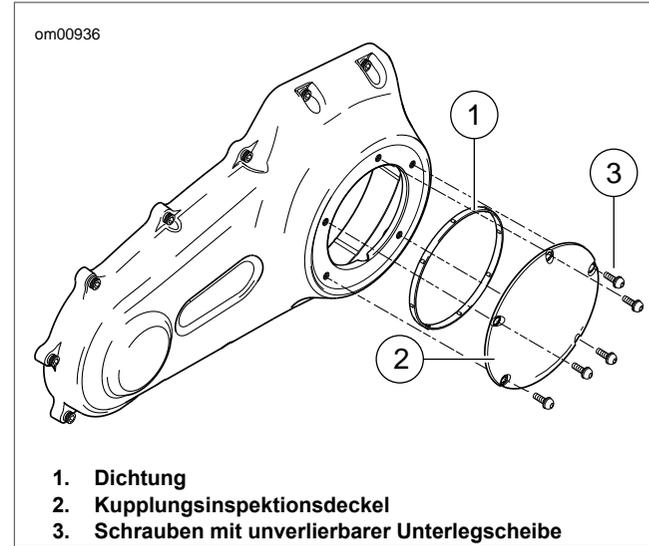

Abbildung 28. Kupplungsdeckel
2. Siehe Abbildung 28. Die fünf Schrauben (3) (mit unverlierbaren Unterlegscheiben) mit einem T-27 TORX-Steckschlüsseinsatz entfernen, um den Kupplungsinspektionsdeckel (2) vom Primärkettengehäusedeckel zu lösen.